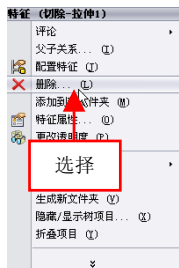

图 6-13 选择【删除】选项
(3) 在选择的选项上单击鼠标右键, 在弹出的快捷菜单中, 选择【删除】选项, 如图 6-13 所示。